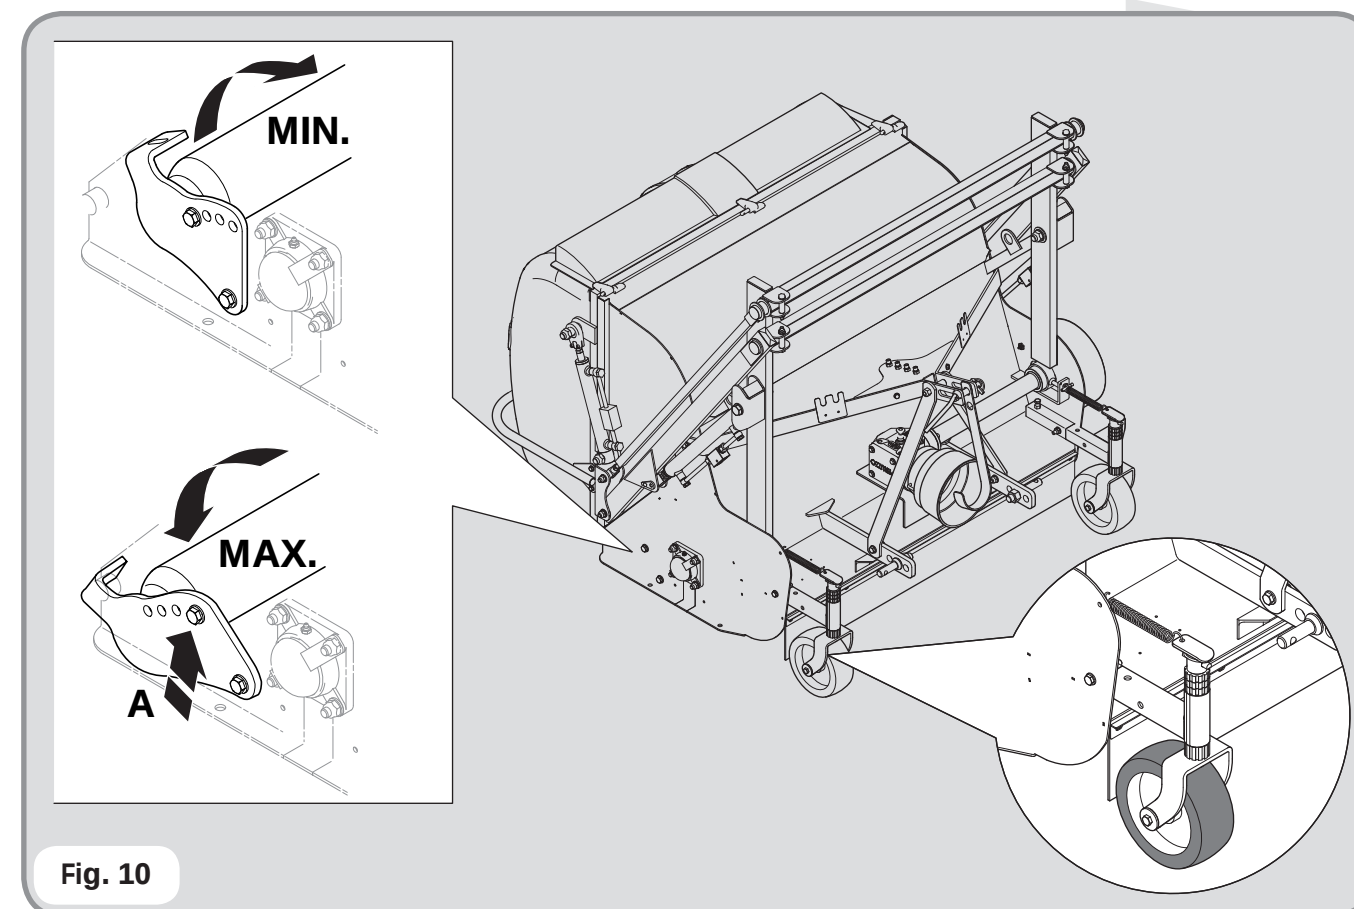

Fig. 10
(A) verändert werden (siehe fig. 10).
GB To adjust height of cut, act on front castor wheels by moving the spacers (See **fig. 10**).
It is possible to adjust the cutting height on rear roller, by acting on the bolt (**A**) (See **fig. 10**).
F Le réglage de la hauteur de coupe se fait en agissant sur les roues avant, en augmentant ou en diminuant le nombre de bagues (Voir **fig. 10**).
On peut agir sur le boulon (**A**) du rouleau arrière (Voir **fig. 10**).
D Zum Einstellen der gewünschten Schnitthöhe verändern Sie die Distanzringe an den Fronträdern (siehe **fig. 10**).
I Per regolare l'altezza di taglio si deve agire anteriormente sulle ruote pivotanti, spostare gli appositi spessori (Vedi fig. 10).
Si può agire posteriormente sul bullone (A) del rullo (Vedi fig. 10).